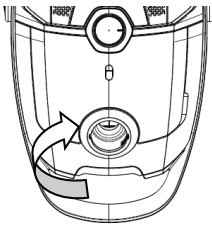

Fig. 9
Libere el cierre de la cubierta frontal (2) para abrir la cubierta frontal (3) (Fig. 9).